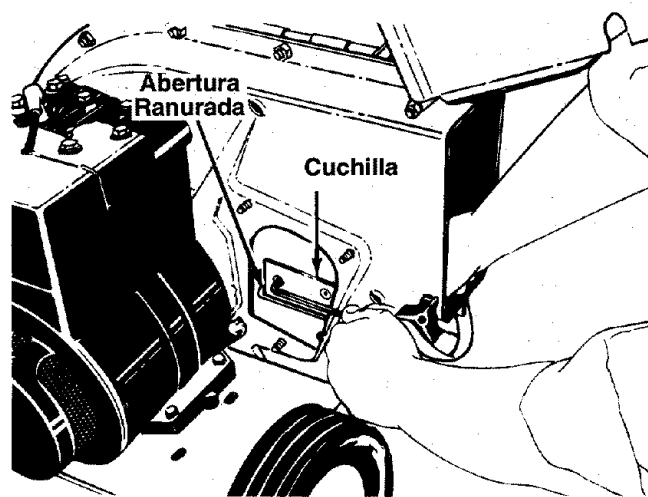

FIGURA 19.
- Rote a mano el conjunto del impulsor hasta que ubique una de las cuchillas de la picadora en la abertura de la canaleta de la picadora. Quite la cuchilla, usando una llave Allen de 3/16" en el exterior de la cuchilla y una llave de 1/2" en el conjunto del impulsor (dentro de la cubierta). Vea la figura 19.
Asegúrese de que ciertas cuchillas sean colocadas nuevamente en posición con el borde afilado enfrentando la dirección mostrada en la figura 19 (el borde afilado se arma hacia la abertura ranurada en el conjunto del impulsor).